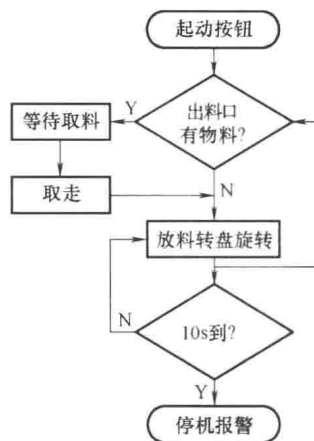

图 1-1 送料机构工作流程图
(1) 装置简介 送料机构主要起上料作用，其工作流程如图 1-1 所示。